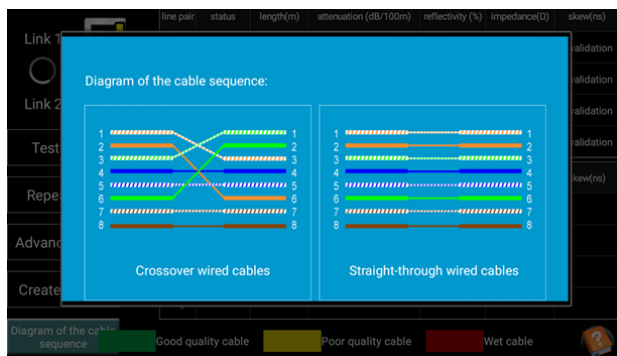

Рис. 120 Типы обжимки кабеля «витой пары»
- 2) «Типы обжимки кабеля» (Diagram of the cable sequence) показывает два варианта обжимки кабеля «прямой» и «крестовый» в виде схемы последовательности жил в кабеле, рис. 120